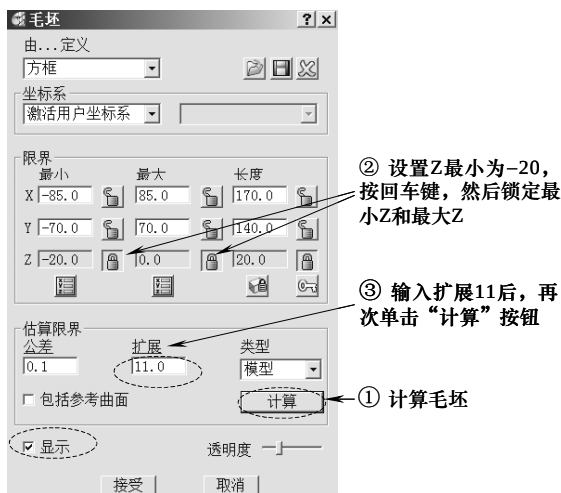
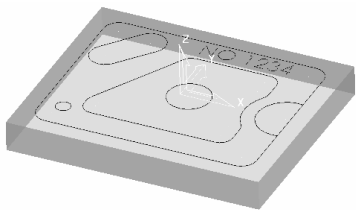

图 2-3 计算毛坯
图 2-4 毛坯
1) 计算毛坯: 在 PowerMILL “综合” 工具栏中, 单击 “毛坯” 按钮 , 打开 “毛坯” 表格, 按图 2-3 所示顺序号设置参数。单击 “接受” 按钮, 关闭该表格。计算出来的毛坯如图 2-4 所示。
图 2-3 中, 计算毛坯时, 并未按 150mm×120mm×20mm 来填写, 而是扩展了 11mm 后, 由系统按模型大小计算出毛坯尺寸。扩展 11mm 的原因是, 在后续计算零件外轮廓加工刀具路径时, 使用直径为 20mm 的面铣刀, 这样毛坯能包容刀具中心, 从而计算出完整的刀具路径。在 PowerMILL 系统中, 如果毛坯未能包容刀具中心, 系统就不会计算该轮廓的刀具路径。